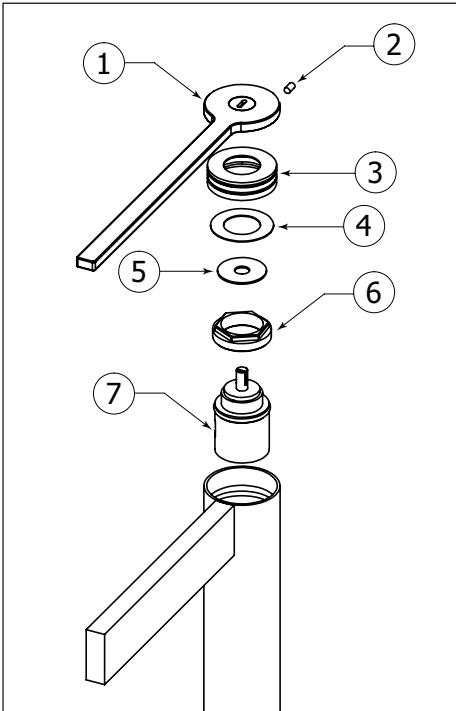

Fig.4
Insert the top of the drain (1) and the black nylon washer (2) into the basin waste outlet (fig. 4).
Dévisser le tube (6) des autres pièces du drain. Ensuite, dévisser la base du drain (5) et les joints transparents en nylon (3 & 4). Insérer le collet du drain (1) et le joint en nylon noir (2) dans l'évacuation du lavabo (fig. 4).